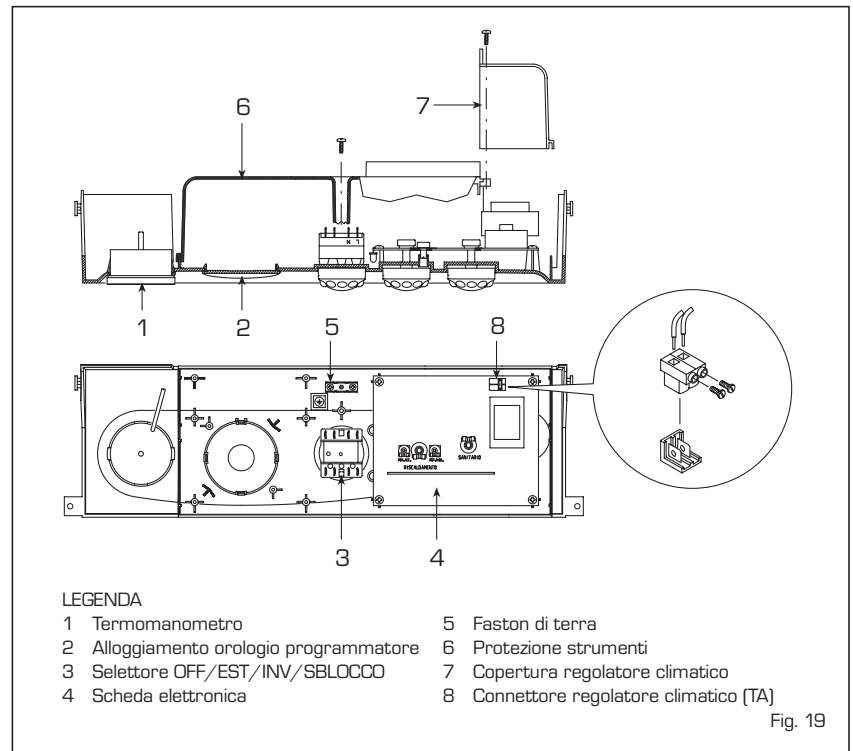

Fig. 19
2.11.1 Quadro elettrico (fig. 19)
2.11.2 Collegamento termostato ambiente (fig. 19)